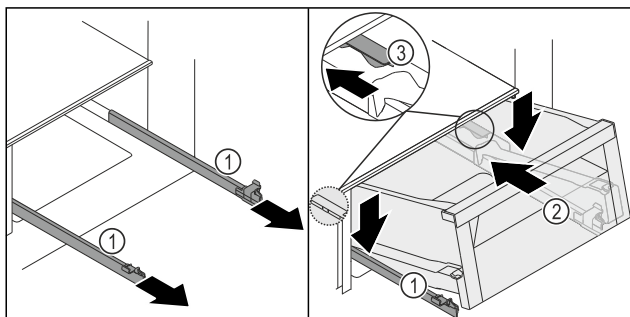
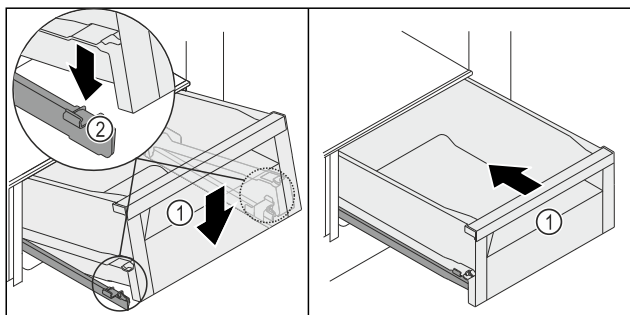

Fig. 211
Fig. 212
- Задръжте здраво релсите Fig. 211 (1) и поставете чекмеджето Fig. 211 (2) отгоре зад ограничителя Fig. 211 (3) върху релсите Fig. 211 (1).
- Избутайте чекмеджето Fig. 211 (2) върху релсите Fig. 211 (1) докрай назад.
- Спуснете чекмеджето Fig. 211 (2) отпред, така че чекмеджето да се плъзне отляво и отдясно в скобата Fig. 212 (2).
- Чекмеджето Fig. 212 (1) се фиксира с щракване.
- Вкарайте чекмеджето Fig. 212 (1).